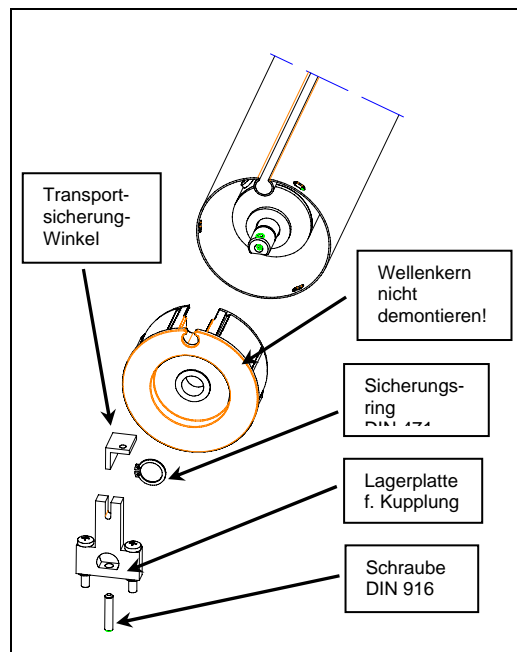

Bild 3: TW - mitlaufendes Feld
- Unterhalb der Lagerplatte f. Kupplung mit einem Innensechskant-Schlüssel Gr. 2,5 die Schraube DIN 916 heraus drehen (Bild 3).
- Den Sicherungsring DIN 471 mit spezieller Zange von Achse entfernen (Bild 3).